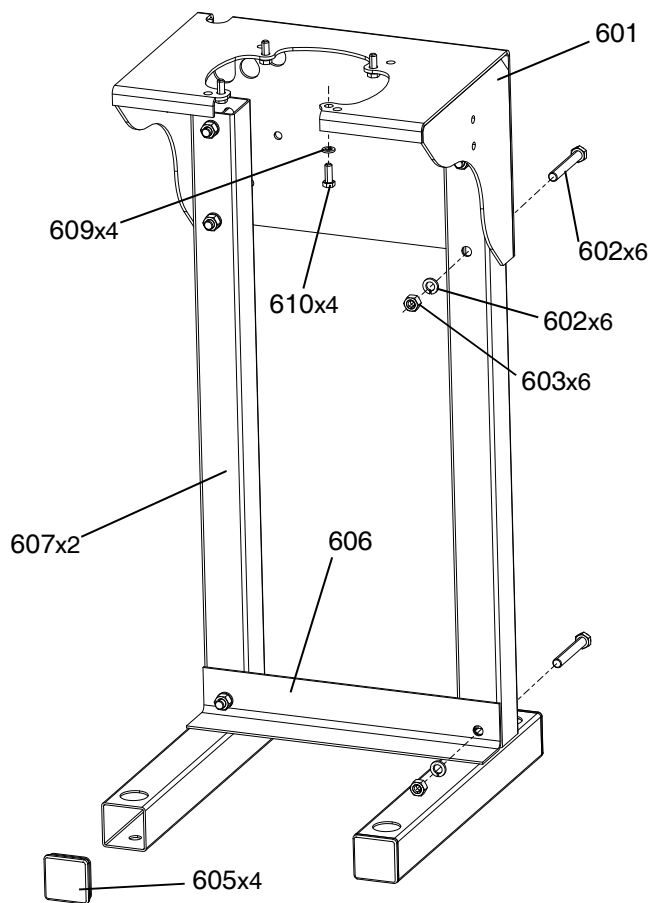

図 25: ポンプスタンド
1. 図 25 に示されているようにスタンドを取り付けます。